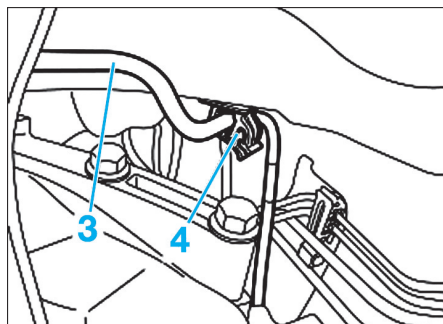

Fig. 15
- Dégager les tuyaux (3) de l'amortisseur anti vibrations des agrafes de retenue (4) (Fig.15).